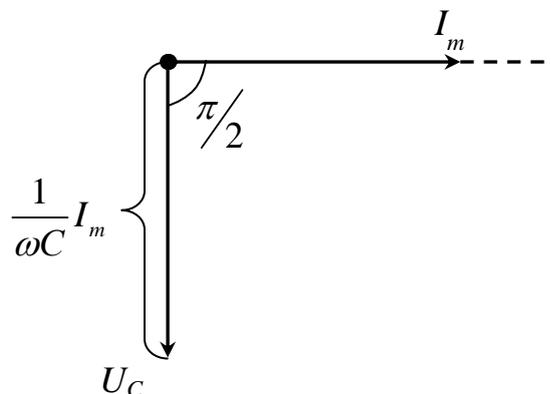

Рисунок 6 - Векторная диаграмма
При сравнении (7) и (8) видно, что падение напряжения U_C отстает по фазе от текущего через конденсатор тока I на $\pi/2$. Это показано на векторной диаграмме (рисунок 6).